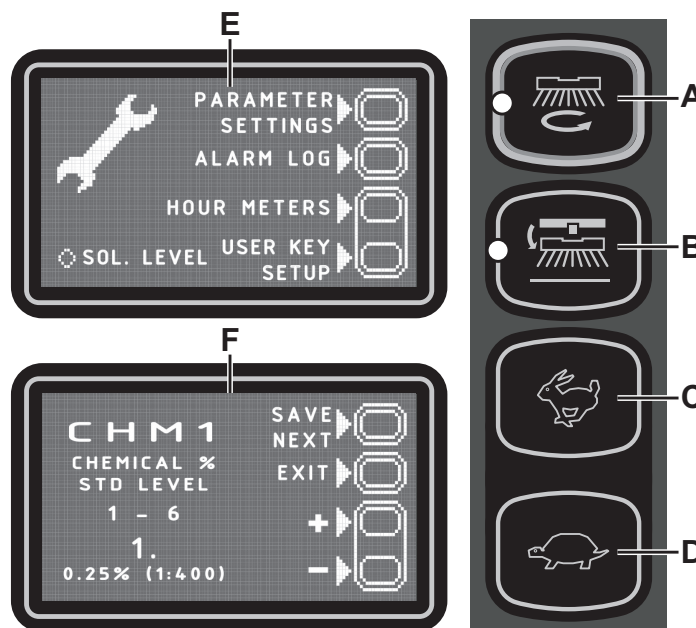

Рис. 8
Главное меню (Е, Рис. 8)
Меню настроек машины (F, Рис. 8)
Для возврата в главное меню (E, Рис. 8) несколько раз нажмите кнопку (A).
- Счетчик ВАКУУМА (время работы вакуумной системы) Для возврата в главное меню (E, Рис. 8) нажмите кнопку (A).